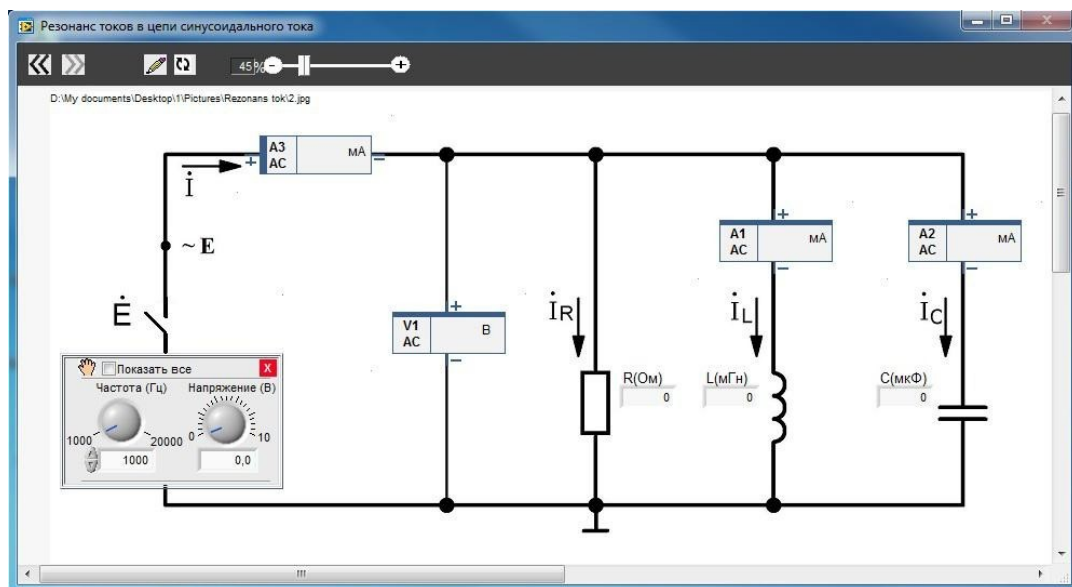

Рисунок 2.31 – Схема электрической цепи эксперимента
4. Соберите на плате цепь в соответствии со схемой на рисунок 2.31. Установите номиналы сопротивления, индуктивности и емкости, в соответствии с заданным преподавателем вариантом (N) из таблицы 2.4.